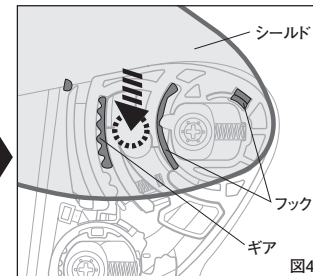

図4
- ④シールドの矢印付近(図4)を上からカチッとロックされるまで押しはめ込んでください。反対側も同じ要領で行ってください。フックやギアが確実にロックされていない状態での使用は、シールドが外れる場合がありますのでよく確認してください。